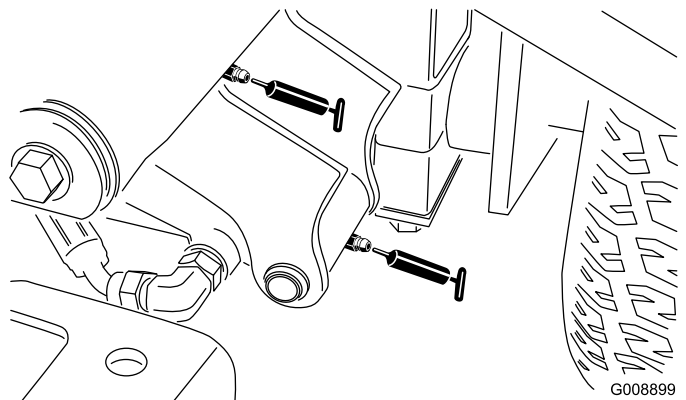

Figura 55
- Articulação do braço de elevação dianteiro esquerdo e cilindro de elevação (2) (Figura 55)